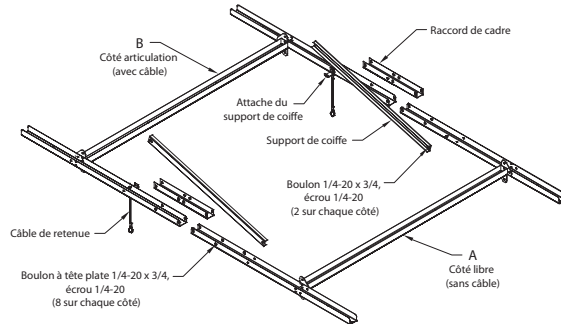

Figure 4 — Assemblage du cadre de coiffe 3FKE2 et 3FKE3
2. Voir la Figure 4. Assembler A et B avec un raccord de cadre (1) et 8 boulons à tête plate de 1/4-20 x 3/4 et 8 écrous de 1/4-20 par côté.
3. Voir la Figure 4. Fixer le support de coiffe à chaque côté du bâti au moyen de 2 boulons de 1/4-20 x 3/4 et de 2 écrous de 1/4-20. Attacher provisoirement les supports de coiffe à la position de retenue jusqu'à l'assemblage complet de la coiffe.